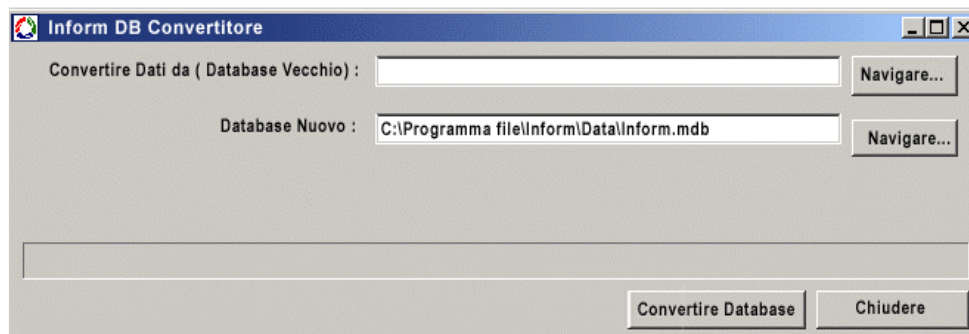

Figura 2 - Convertitore del database Inform
2. Viene visualizzata la finestra di dialogo Convertitore del database Inform (vedi Figura 2).